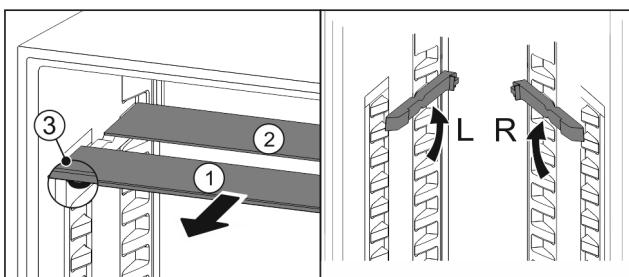

Fig. 17
- Vytiahnite sklené dosky jednotlivo dopredu Fig. 17 (1).
- Sklená doska Fig. 17 (1) s ozdobnou lištou leží vpred.
- Zarážky Fig. 17 (3) ukazujú nadol.